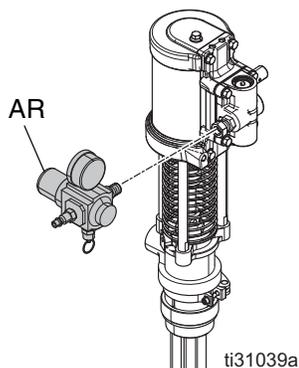

FIG. 5
1. Conecte el regulador de aire suministrado (AR) al accesorio giratorio situado en el colector del motor neumático. Vea la FIG. 5.